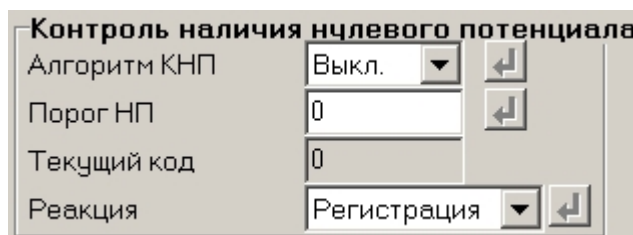

Рис.27. Настройки НС «Контроль наличия нулевого потенциала».
5.3. Установочные параметры для НС **Контроль наличия нулевого потенциала** находятся на вкладке **Настройки** основного окна программы «Монитор» в группе **Контроль наличия нулевого потенциала** (рис.27).